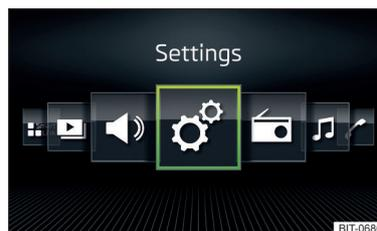

Fig. 124
- › Seleccionar la opción Visualización de la trama » fig. 123 o Visualización horizontal » fig. 124.